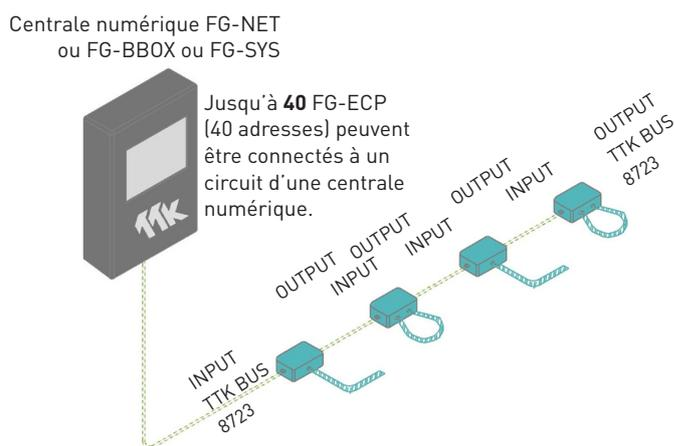

Figure 1.3.1: Installation de FG-ECP avec FG-NET
- Le capteur ponctuel FG-ECP peut être interconnecté avec des câbles détecteurs FG-EC dans un circuit sur une centrale numérique (voir figure 1.3.1.2).